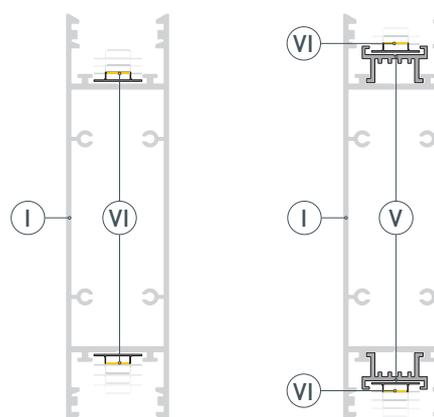

Рис. 2. Профиль с основанием для ленты
- 2** / Установите в профиль Ⓘ светодиодные ленты Ⓟ на нижнюю и верхнюю площадки для лент. В случае установки профиля с асимметричным экраном необходимо установить основания для лент Ⓥ, как показано на рис. 2.